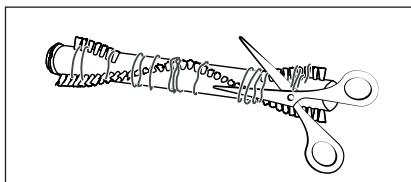

Fig. 28
- 4) Tagliare i fili e i capelli nelle setole del rullo a spazzola **20** utilizzando delle forbici (vedere fig. 28). Rimuovere fili e capelli dal rullo a spazzola **20**.